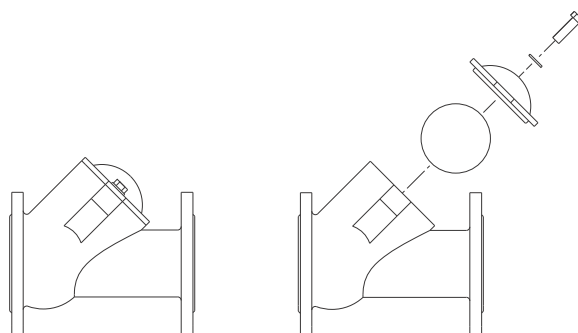

Fig. 30 Kontraventil
3. Fjern de to skruer på kontraventilens dæksel. Se fig. 30.